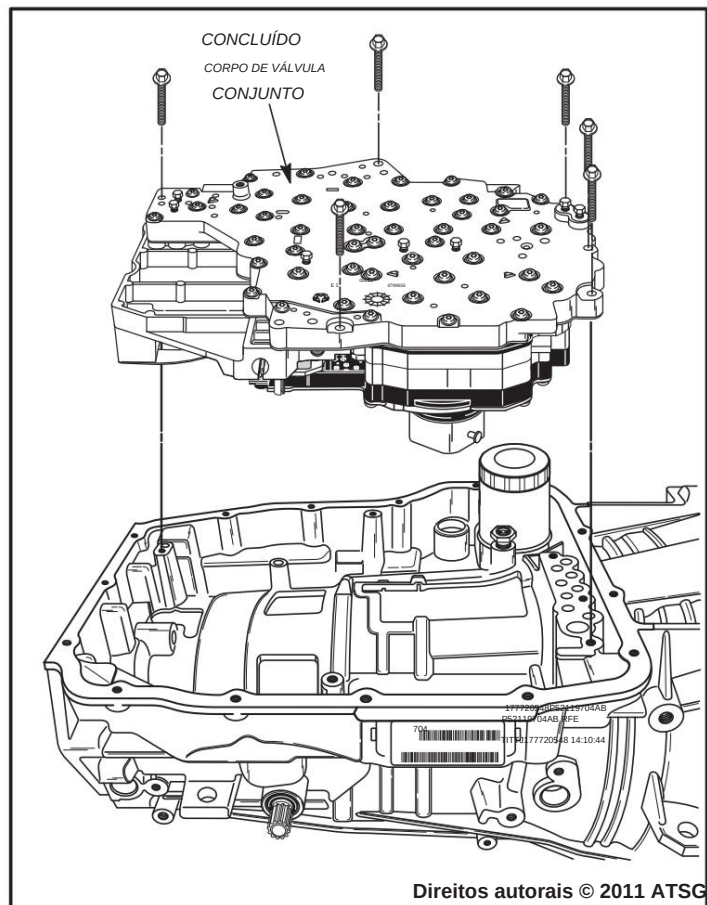

Figura 160
41. Instale o conjunto do corpo da válvula concluído, conforme mostrado na Figura 160.